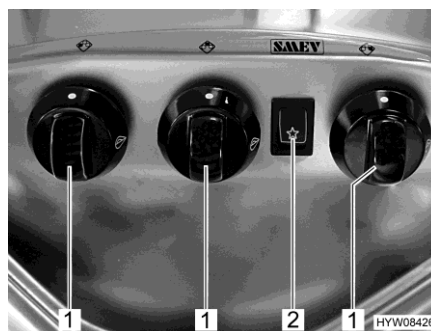

Bild 189 Bedienelemente (Gaskocher)
- Drehregler (Bild 189,1) der gewünschten Brennstelle auf Zündposition (große Flamme) drehen.
- Wippschalter (Bild 189,2) drücken. Am Brenner werden Zündfunken erzeugt.